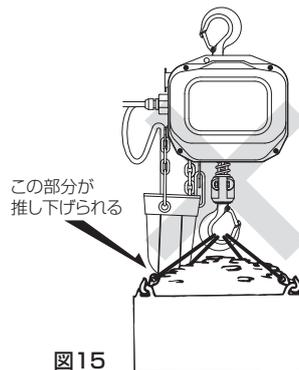

図15
- (2)チェーンバケットの取り付け方法を間違えると、チェーンバケットやロードチェーンが落下し死亡または重傷を負う恐れがあります。また電気チェーンブロックの動作不良が発生する可能性があります。
- (3)チェーンバケットをつり荷などで押し上げないようにしてください。(図15)
- (4)チェーンバケットは、ロードチェーンの長さ合ったチェーンバケット以外は使用しないでください。また改造等したチェーンバケットも絶対に使用しないでください。
- (5)ロードチェーンをチェーンバケットに収納するときは、まとめて一度に入れず、ロードチェーンが絡まないように収納してください。(一度全てロードチェーンを巻下げてから、収納してください。)
- (6)チェーンバケットは、電気チェーンブロック本体から自然につり下がった状態を保つようにしてください。固定等は、絶対にしないでください。
- (7)ほこりが多い場所や異物がチェーンバケットに入るような作業現場、湿気の多い場所や外での使用はロードチェーンが錆び、チェーンバケットからロードチェーンがあふれることがあります。その為、定期的にチェーンバケットおよびロードチェーンをきれいに掃除し、ロードチェーンには常にグリース・油をつけてください。また、劣化していたら新品と取り替えてください。